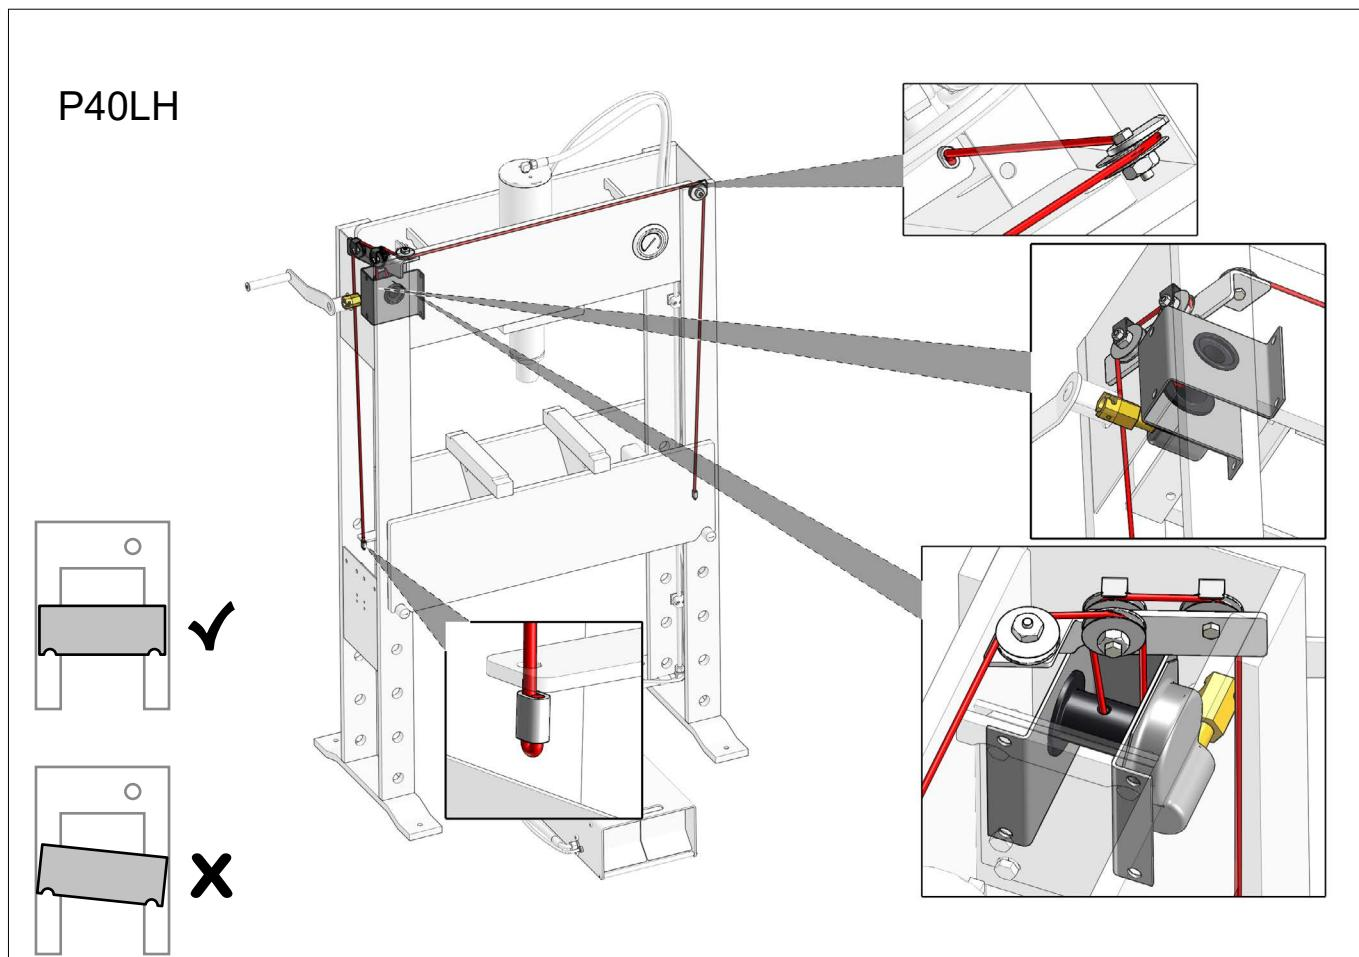

Fig.32
- Spilletts wire og wirens fastgørelse (Fig.32)
- Winch and wire for wear and tear (Fig.32)
- Winde und Draht für Verschleiß (Fig.32)
- Treuil et fil pour l'usure (Fig.32)
- Vinsch och tråd för slitage (Fig.32)
- Vinssi ja lanka kulumista varten (Fig.32)
- Lier en draad op slijtage (Fig.32)
- Compruebe que el polipasto y su cable no presenten daños (Fig.32)
- Лебедка и трос на износ (Fig.32)
- Verricello e filo per usura (Fig.32)